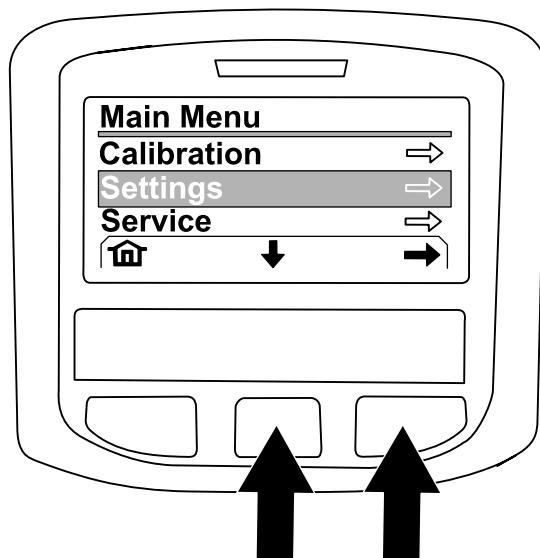

図 228
4. メインメニューMAIN MENU画面で、中央ボタンを押して設定SETTING画面へ移動し、右ボタンで選択する 図 228。